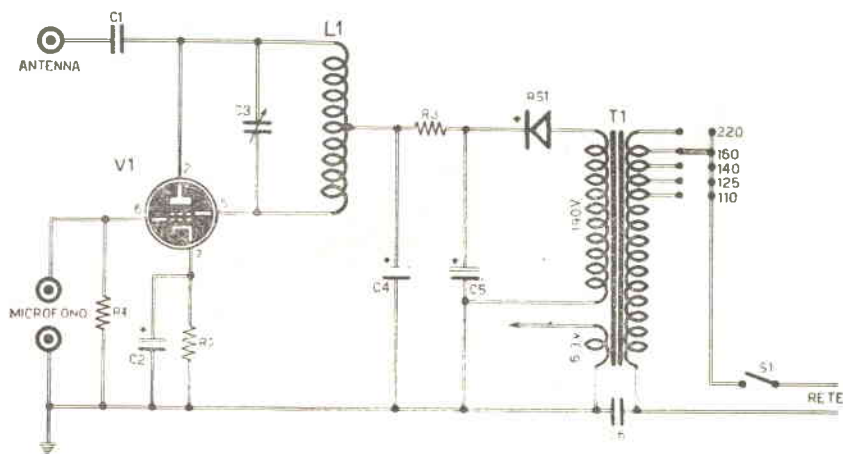

Fig. 1 - Schema elettrico del trasmettitore.
**Fig. 1** - Al fine i manichi per lime, sgorbie, scalpelli, ecc., facciano corpo unico con l'utensile, necessita che 1/3 almeno del codolo penetri nel manico a forza.